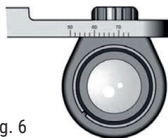

Fig. 6
= Afloje ligeramente los mandos de cierre (distancia interpupilar) y mueva el telescopio a lo largo de la barra (Fig. 6)
- Alinee cada telescopio como se ha indicado anteriormente deslizándolo a lo largo de la barra. (Fig. 6)